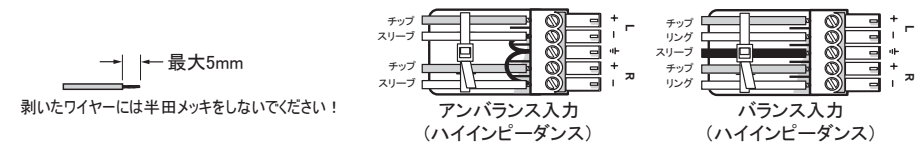
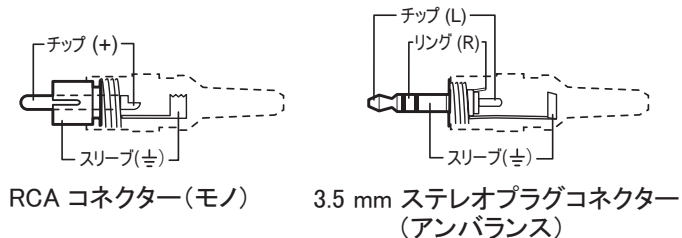
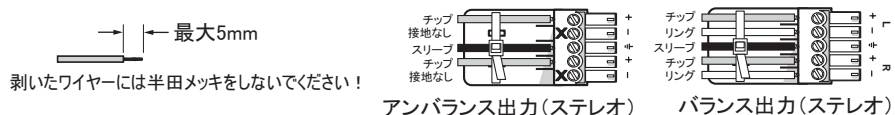

図 2-13 ミニターミナルブロックの配線
図 2-14 一般的な音声コネクター接続
図 2-21 音声出力のミニターミナルブロックの配線
コネクターはMTP本体に付属していますが、音声ケーブルはユーザー側でご用意ください。図 2-13 を参照して、入力の種類に合ったコネクターを配線してください。また、付属の結束バンドを使用して、音声ケーブルをコネクターの後部部分に結束します。ハイインピーダンスとは、一般に 800Ω 以上を指します。
- メモ** 既成の音声用ケーブルを使用して MTP 本体を接続する場合は、図 2-14 を参照して使用するコネクターのチップとリング、スリーブの配線を確認してください。モノラル音声コネクターにはチップとスリーブだけがあります。ステレオ音声コネクターは、チップ、リング、スリーブで構成されています。モニターミナルブロックにおけるリング、チップ、スリーブ等の接続は、図 2-13 と図 2-21 を参照してください。
- ⑧ Sビデオ信号コネクタ（SV モデル） — Sビデオ信号をこの 4 ピンミニ DIN コネクタに接続します。
- ⑨ コンポジットビデオ信号コネクタ（CV と AV モデル） — コンポジットビデオ信号をこの BNC コネクタに接続します。
- ⑩ ミニターミナルブロック音声コネクタ（MTP R SV A、MTP R AV）－ バランスまたはアンバランスオーディオ信号が、この5ピンミニターミナルブロックから出力されます。オーディオアンプなどをここに接続します。図 2-21 を参照して、出力コネクタを正しく配線してください。